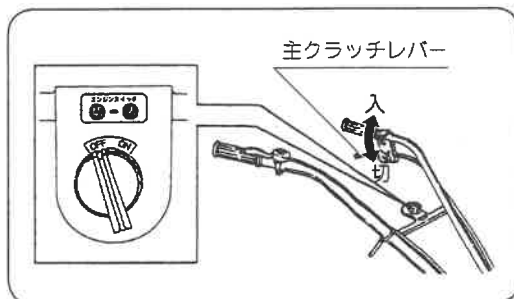

図16
- ①主クラッチレバーを「切」位置にして、停止します。(図16)
- ②スロットルレバーを「低速」位置に戻します。
- ③停止スイッチを「切」位置にしてエンジンを停止します。(図16)